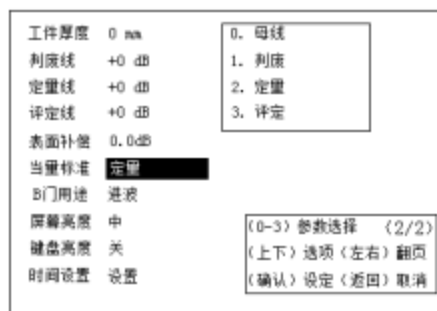

图 2-19
2.2.7.16 当量标准选择：按  键，仪器默认定量反显，如图 2-19 所示